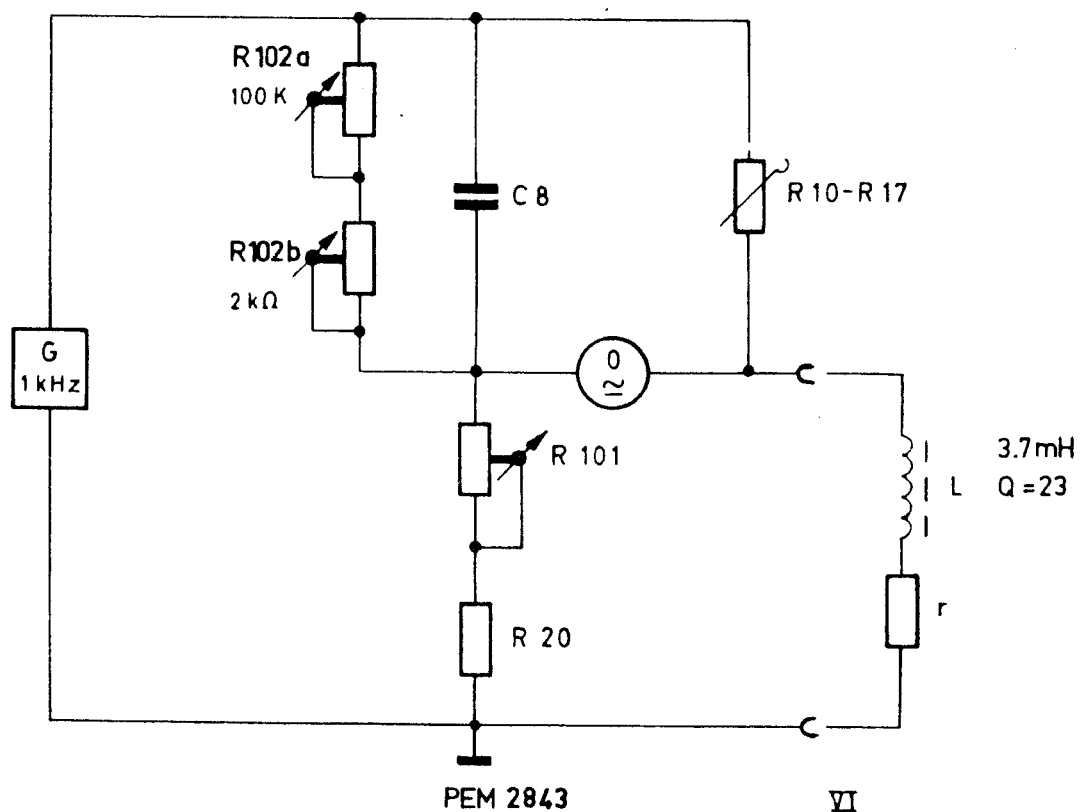

Abb. 19. Abgleich des L-Bereichs
3. Einsteller „ Q_L “ (Abb. 19)